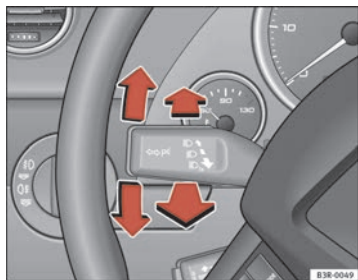

Fig. 93 Palanca de los intermitentes y de la luz de carretera
- Desplace la palanca hacia arriba hasta el tope \Rightarrow fig. 93 para poner el intermitente de la derecha o bien hacia abajo, para el de la izquierda.